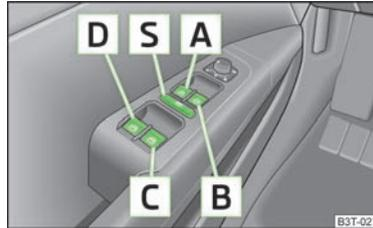

Fig. 25
- Se se transportarem crianças nos bancos traseiros, recomenda-se que desactive os elevadores eléctricos de vidros das portas traseiras (interruptor de segurança) **S** » Fig. 25.
Carregando no interruptor de segurança **[S]** » Fig. 25, pode desactivar os botões dos elevadores de vidros das portas traseiras. Premindo novamente o interruptor de segurança **[S]**, os botões dos elevadores de vidros das portas traseiras ficam de novo activos.